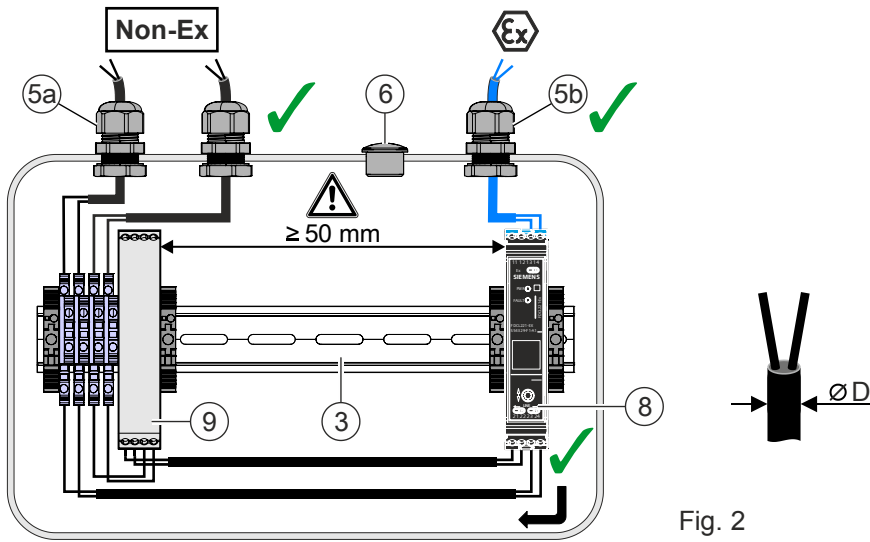

Fig. 2
4. If required, install other devices such as terminals and end brackets on the U-rail (3) TS35.
**Installation (Fig. 2...5)**
Legend for Fig. 2:
4. Montieren Sie bei Bedarf weitere Geräte sowie Klemmen und Endwinkel auf die Hut-Tragschiene TS35 (3).
Legende zur Fig. 2: